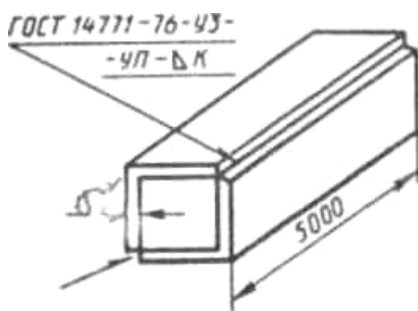

Рис. 39
2. Разработайте процесс сварки коробчатой балки (рис. 39) из стали марки Ст3. Укажите тип соединения и форму разделки под сварку по ГОСТу. Приведите эскиз сечения шва с указанием размеров. Выберите марку и диаметр электродной проволоки. Подберите режим сварки. Укажите вылет электрода, род тока и полярность. По размерам шва подсчитайте массу наплавленного металла. Определите расход электродной проволоки с учетом потерь, защитного газа, расход электроэнергии и время сварки изделия. Укажите методы контроля качества сварного шва.